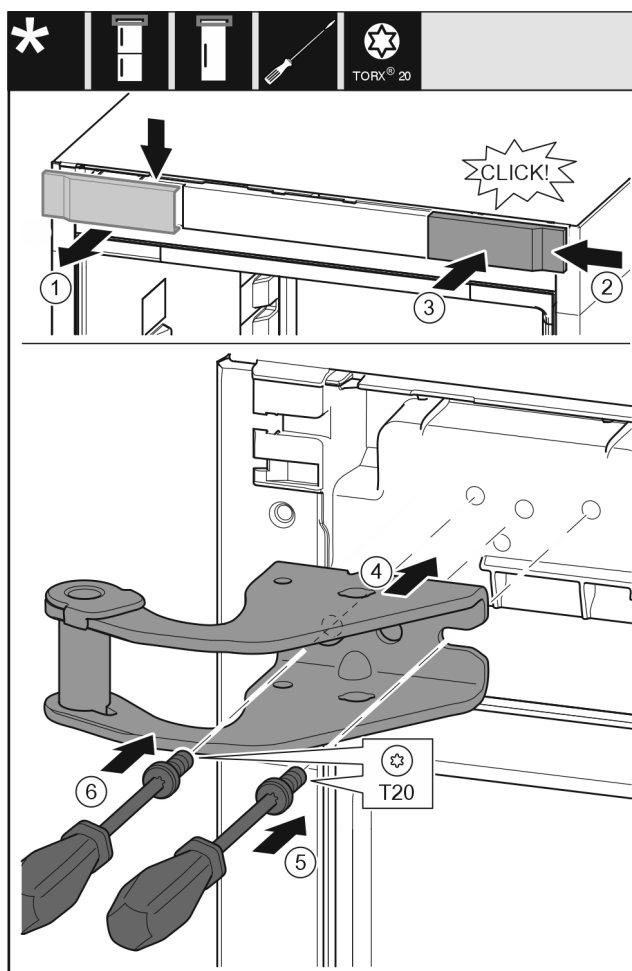

Fig. 32
- Odeberte kryt Fig. 32 (1) shora dopředu.
- Kryt Fig. 32 (2) otočený o 180° zavěste na druhé straně zprava.
- Zaklapněte kryt Fig. 32 (3).
- Nasadte horní stojan ložiska Fig. 32 (4).
- Šroubovákem nasadte šroub Fig. 32 (5) a utáhněte.
- Šroubovákem nasadte šroub Fig. 32 (6) a utáhněte.